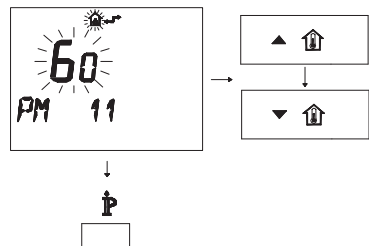

Figura 5.51
- Per modificare il SET programmato agire sui pulsanti ▲**U** o ▼**U** e aspettare che il numero programmato cominci a lampeggiare (Figura 5.51). Ogni passo incrementato o decrementato corrisponde a 1 secondo.